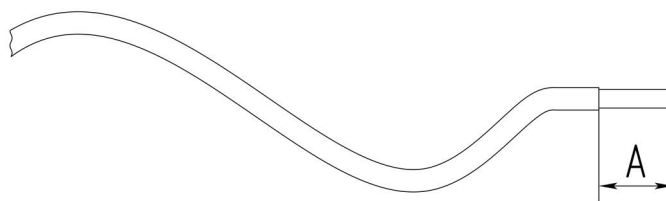

Рисунок 1- подготовленный проводник
- Снимите изоляцию с проводника на рекомендованную длину «А» (рис. 1).